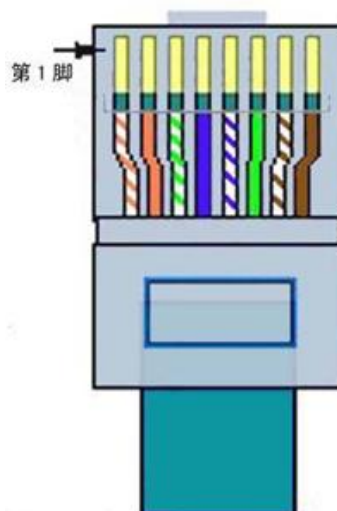

图 3 网线线序
- c) POE 供电：通过普通 RJ45 网口的引脚 5（GND）和引脚 8（VCC）两根线可以给 ZLAN5443A 供电，供电电压为 9~24V 之间的任何值。RJ45 网线线序参考图 3。